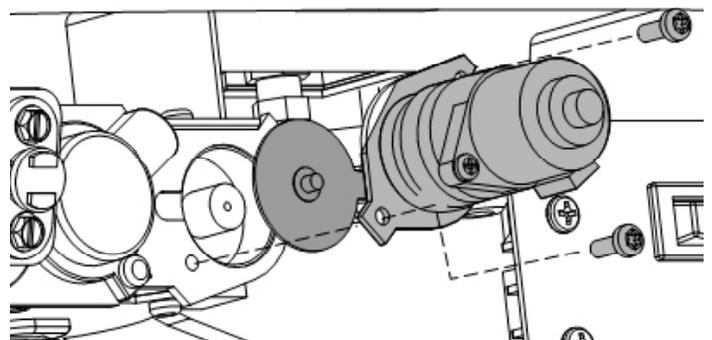

Figure 24. Remplacement du régulateur manuel.
12. Remplacez le régulateur de valve. Avec un tournevis Torx T-20, retirez les deux vis de l'avant du régulateur. Retirez le régulateur et remplacez-le par le régulateur fourni dans le kit de conversion. Voir fig. 24.